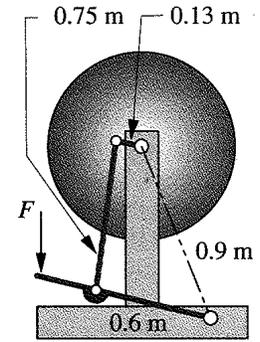

FIGURA P4-14 Problema 4-28
- †4-28 Para el mecanismo de balancín y manivela mostrado en la figura P4-14, encuentre el desplazamiento angular máximo posible para el eslabón del pedal (al cual se aplica la fuerza F). Determine las posiciones límite. ¿Cómo funciona? Explique por qué la rueda rectificadora es capaz de girar por completo a pesar de las posiciones de agarrotamiento cuando es impulsada por el pedal. ¿Cómo haría que se moviera si estuviera en una posición de agarrotamiento?